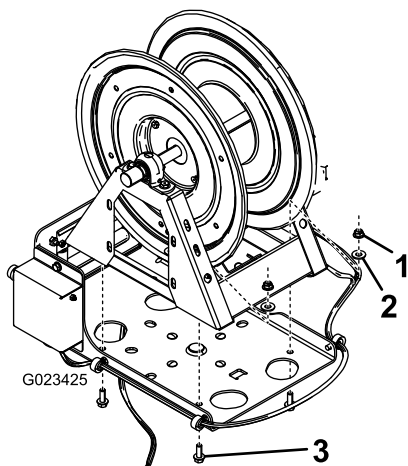

Figura 7
- Sujete el carrete de la manguera al soporte giratorio con 4 pernos cortos (3/8"), 4 arandelas pequeñas y 4 tuercas con arandela prensada (3/8"), según se muestra en Figura 7.